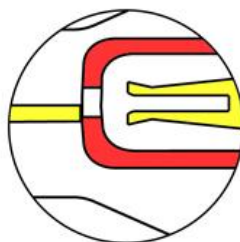

Рис.4.
- Примечание: при неправильном центрировании (рис.4) шпоры в колодке педали акселератора – возможно повреждение штекерных контактов в колодке педали акселератора.**